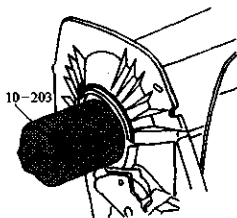

图 2-61 压入油封
2) 用专用工具 10-203 的导向套筒将油封定位, 然后用 10-203 将油封压入直到平齐, 如图 2-61 所示。